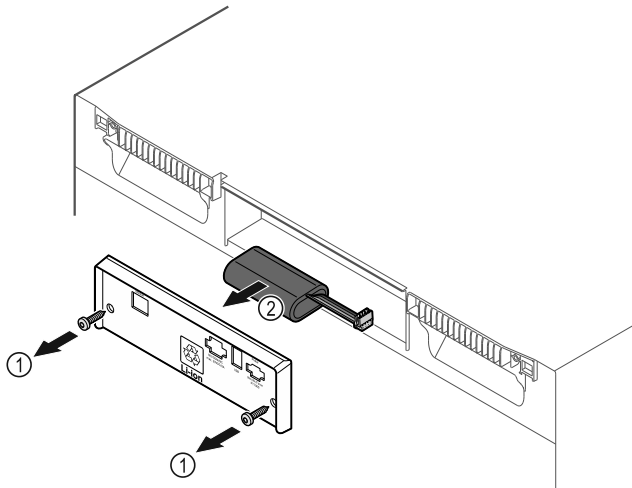

Fig. 186
- ▶ Vyskrutkujte skrutky a odstráňte kryt na zadnej strane zariadenia Fig. 186 (1).
- ▶ Odpojte a vyberte batériu Fig. 186 (2).